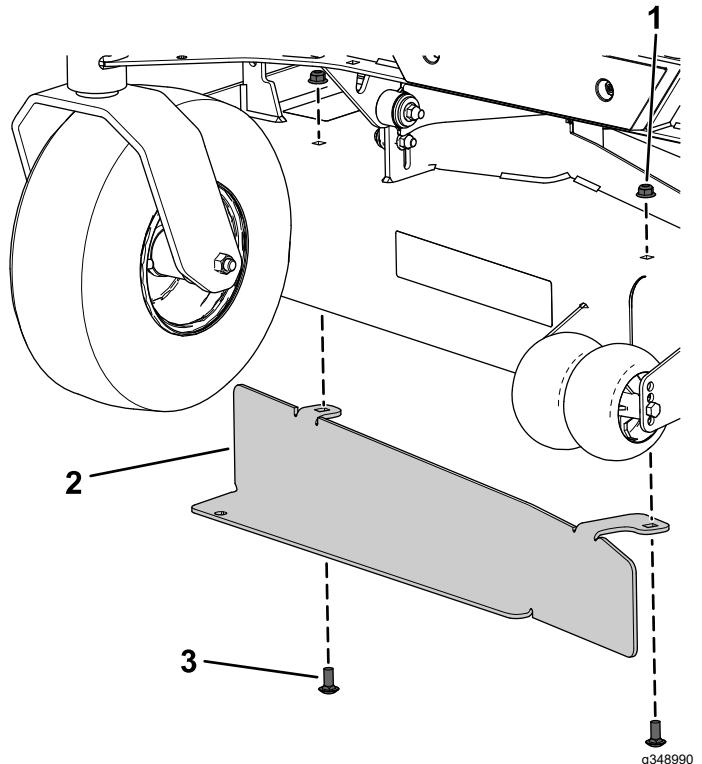
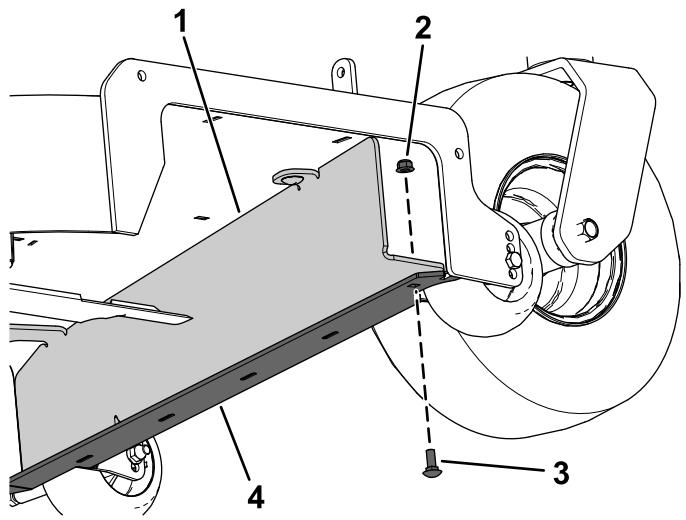

Figura 4
Figura 5
3. Montate il deflettore del sistema di raccolta sul piatto e sul paraurti del piatto utilizzando 2 bulloni a testa tonda ($\frac{3}{8}$ " x $\frac{7}{8}"), 2 dadi di bloccaggio ($\frac{3}{8}"), 1 bullone a testa tonda (5/16" x $\frac{7}{8}") e 1 dado di bloccaggio (5/16") come illustrato nella Figura 4 e Figura 5.$$$